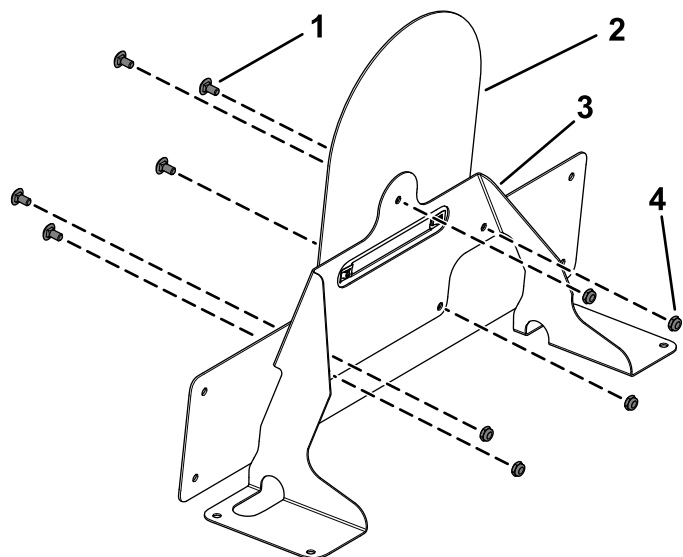

Figure 27
7. Fixez le support du panneau de vitesse sur le support de feu de position à l'aide de 5 boulons de carrosserie ($\frac{1}{4}$ " x $\frac{1}{2}$ ") et 5 contre-écrous ($\frac{1}{4}$ "), comme montré à la Figure 27.